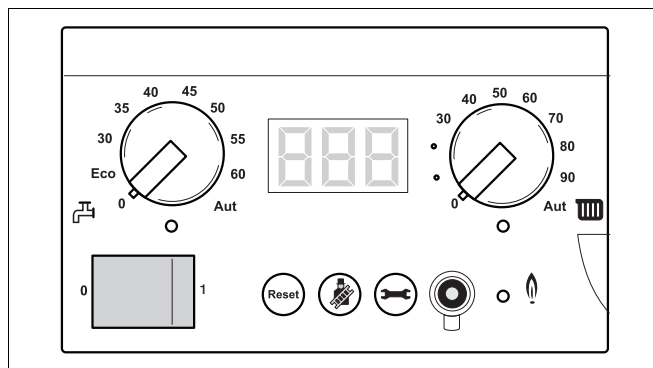

Fig. 73 Strømmen til varmeanlægget afbrydes
- Afbryd strømmen til varmeanlægget (fig. 73).